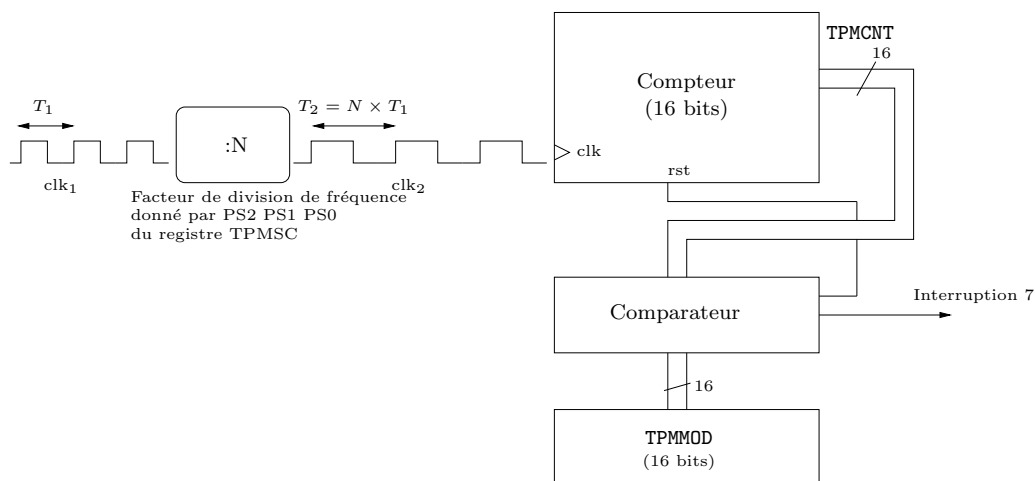

FIGURE 5.1 – Principe de fonctionnement d'une interruption sur le timer.
8. **CR28** : Nous souhaitons provoquer une interruption toutes les 500ms. Pour cela, il faut déterminer, en s'appuyant sur la figure 5.1, la configuration donnée des registres ICSC1 et ICSC2 déterminant la fréquence d'horloge et sur les résultats précédents :